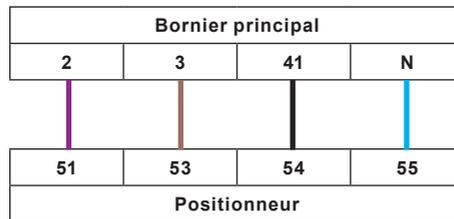

Fig. 15 Schéma des bornes d'installation du positionneur
- Connecter le faisceau électrique DE comme indiqué sur la Fig. 15